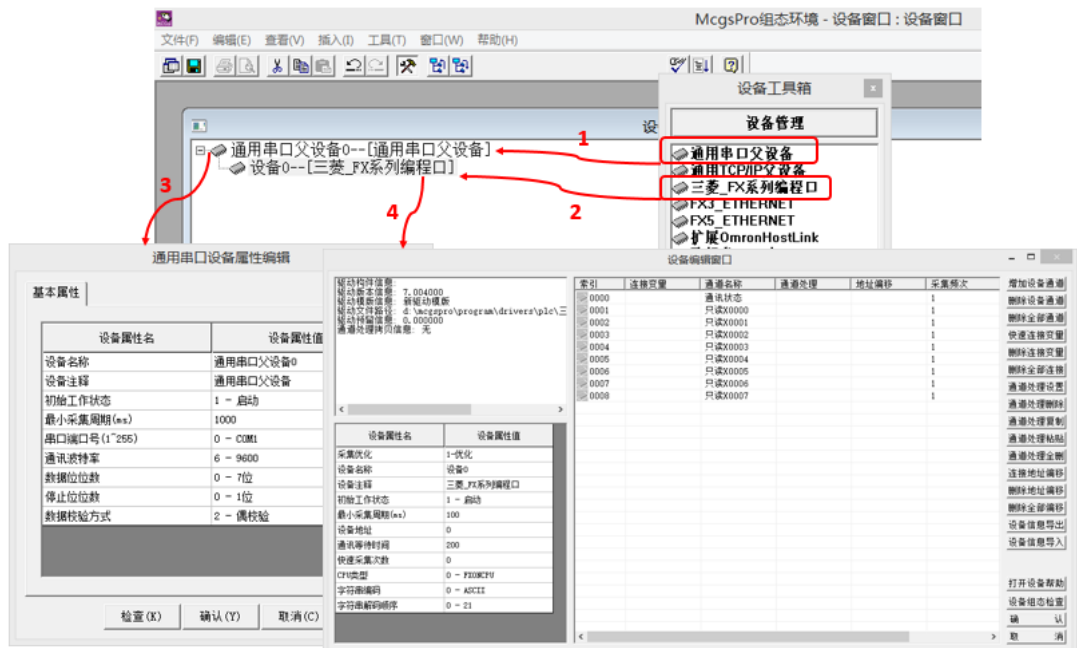

图 3.2.3
- 子设备的设备编辑窗口分为三个区域：驱动信息区、设备属性区和通道连接区。驱动信息区里显示的是该设备驱动版本、路径等信息。设备属性区可设置采集周期、设备地址、通讯等待时间等通讯参数。通道连接区用于构建下位机寄存器与 McgsPro 组态软件变量之间的映射。如图 3.2.3 所示。